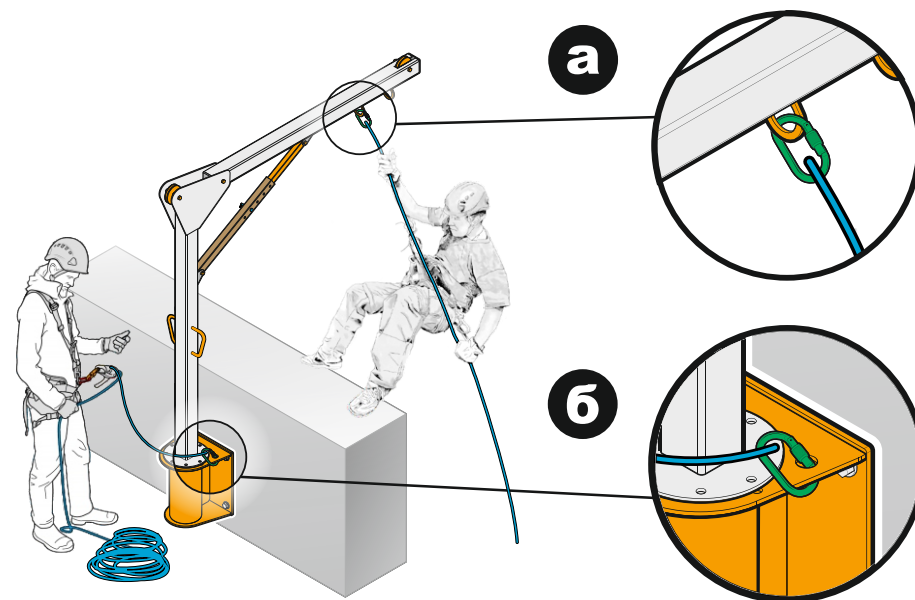

Рис. 12 Подключение соединительной подсистемы к анкерным точкам на устройстве IVA.
5. Соединить при помощи карабина страховочную подсистему с точкой крепления на привязи, а затем с анкерной точкой на базе устройства IVA (**рис. 12а**). При необходимости перестегнуть страховочную подсистему к анкерной точке AP04 на консоли устройства IVA.
6. Соединить при помощи карабина соединительную подсистему (строп с регулятором длины, канат со спусковым устройством и т.д.) с D-образным кольцом на пояском ремне, а затем с анкерной точкой AP04 на консоли устройства IVA (**рис. 12б**).